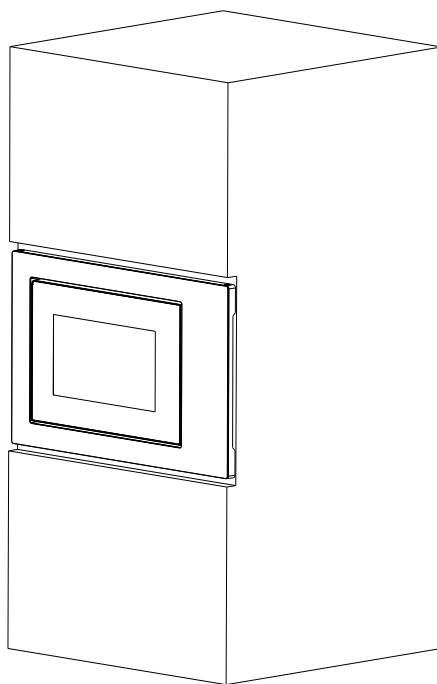

Fig.2
b) Empurrar o forno microondas até ao fim. (Fig.2)